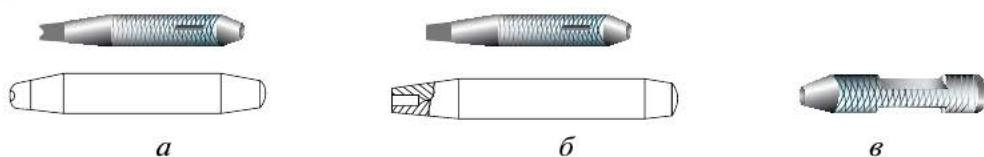

Рис. 5.46. Вспомогательный инструмент для клёпки:
- вспомогательные инструменты и оборудование (рис. 5.46): обжимки, натяжки, поддержки, плиты, слесарные тиски.
Обжимка (рис. 5.46, а) — это стальной стержень, на рабочем конце которого имеется углубление по форме головки заклёпки. *Натяжка* (рис. 5.46, б) — это стальной стержень с цилиндрическим отверстием в рабочем конце. Отверстие в натяжке обычно на 0,2 мм больше диаметра заклёпки. Формы *поддержек* (рис. 5.46, в) могут быть разными. При соединении заклёпки поддержка закрепляется в слесарные тиски.